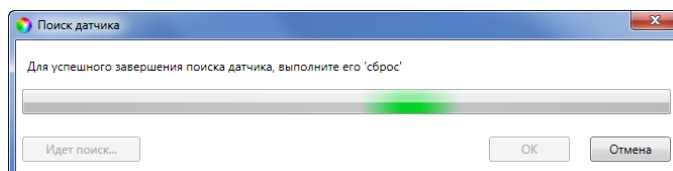

Рисунок 3.3 — Поиск радиоустройства
3. После нажатия кнопки *OK* начнется поиск радиоустройства контроллером (см. рисунок 3.3). Для того чтобы радиоустройство было обнаружено, его следует перевести в режим связывания, как описано в п. 4.